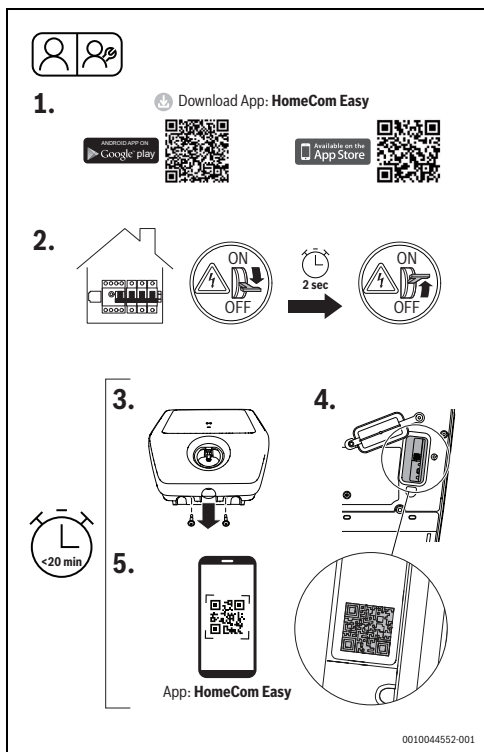

Fig. 283 HomeCom Easy
- ▶ Spegner la Power Charge 7000i sul quadro elettrico dell'alimentazione elettrica e dopo due secondi circa riaccenderla (Fig. 283, passo [2]).
- ▶ Allentare le due viti del pannello anteriore (Fig. 283, passo [3]).